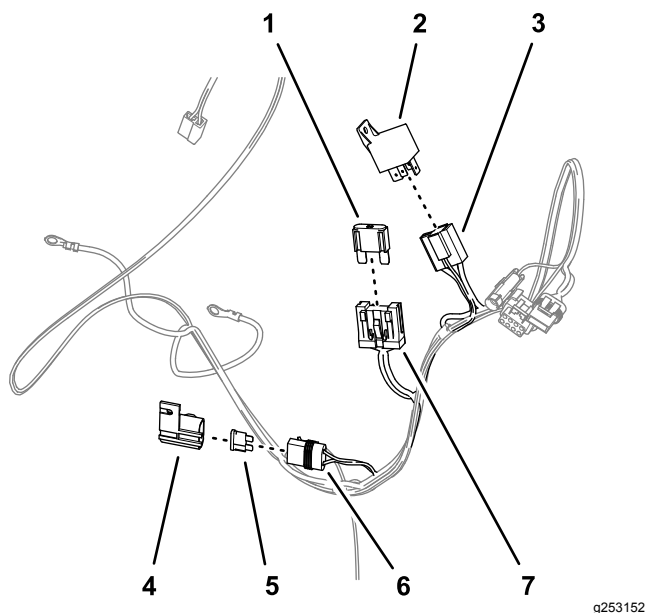

Figura 5
1. Insira o fusível maxi (60 A) no porta-fusíveis grande de duas ranhuras, na cablagem da alimentação (Figura 5).
- Retire a tampa do porta-fusíveis pequeno (Figura 5).
- Insira o fusível (10 A) no porta-fusíveis e coloque a tampa (Figura 5).
- Insira o solenóide no conector de quatro ranhuras (Figura 5).